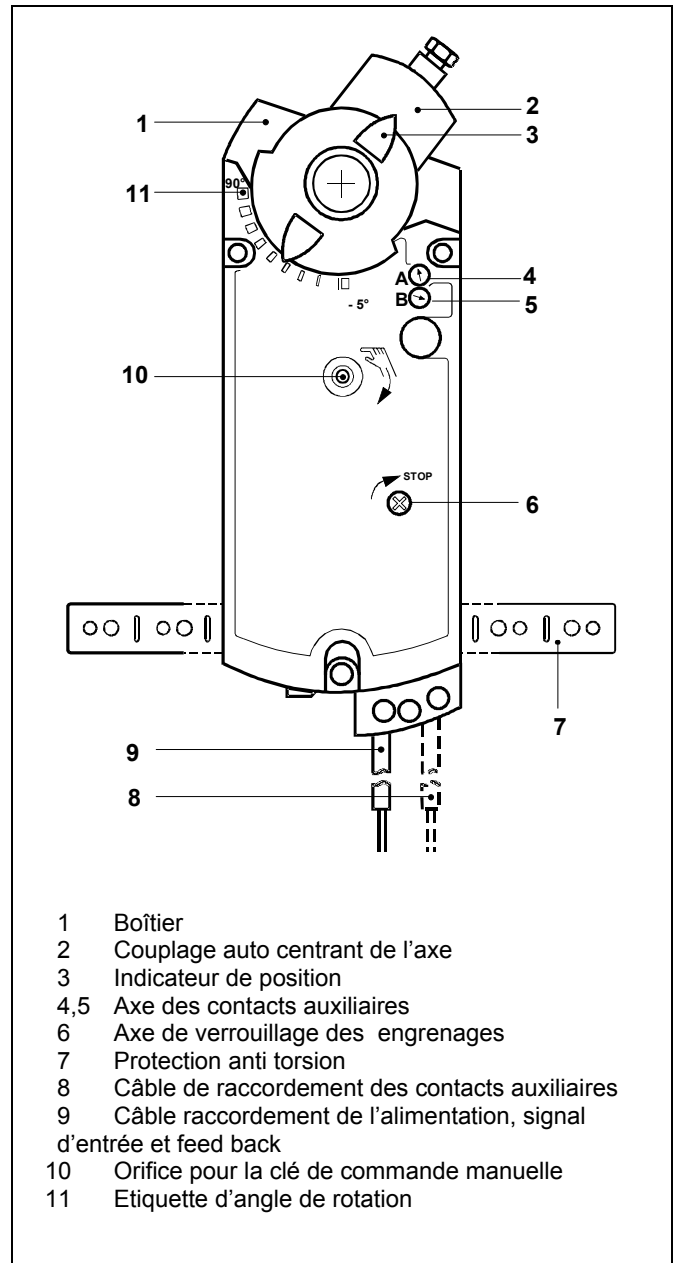

Fig. 1. Eléments de réglage et commande
L'indicateur de position (Fig. 1., Pos. 3), qui est solidaire de la course moteur indique l'angle de rotation (11).